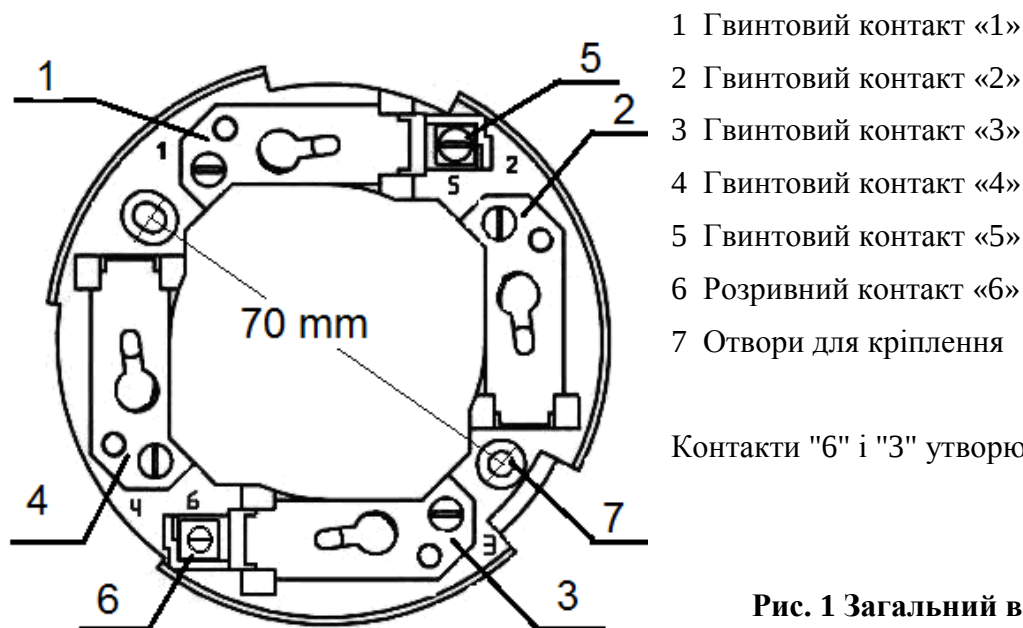

Рис. 1 Загальний вигляд, установчі розміри і нумерація контактів бази Б103-03
6.2 Сповіщувач з'єднуються зі ШПС за допомогою бази. База кріпиться в місці встановлення сповіщувача за допомогою двох дюбелів ($\varnothing 6 \times 25$) мм і двох самонарізаючих гвинтів ($\varnothing 3 \times 30$) мм (гвинти та дюбелі в комплект постачання не входять). Міжцентрова відстань між кріпильними отворами бази вказана на Рис. 1.